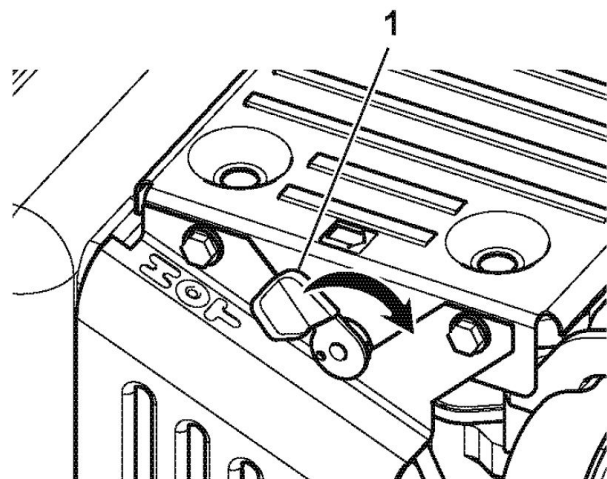

Abb.6-4: Motor mit manueller Dekompressionsvorrichtung
Prüfen Sie, ob Ihr Motor ist mit einem Dekompressionshebel (1, Abb. 6-4) ausgestattet ist.
- Drücken Sie den Dekompressionshebel (1, Abb. 6-4) nach unten und lassen Sie ihn wieder los. Der Dekompressionshebel kehrt beim Anlassen des Motors automatisch in die Ausgangsposition zurück.
Hierbei handelt es sich um Motoren, die mit keinem Dekompressionshebel (1, Abb. 6-4) ausgestattet sind. Derartige Motoren sind mit einem automatischen, internen Dekompressionsmechanismus ausgestattet.